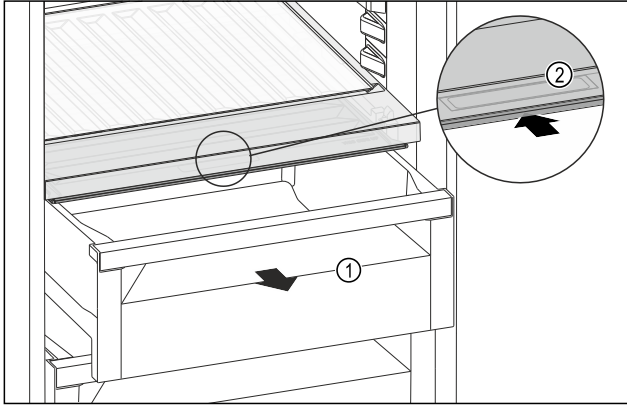

Fig. 171
- ▶ Húzza ki a fiókot Fig. 171 (1).
- ▶ Fogja meg a süllyesztett fogantyút Fig. 171 (2) a rekeszfedélén, és ezzel egy időben tolja hátra a rekeszfedelel.